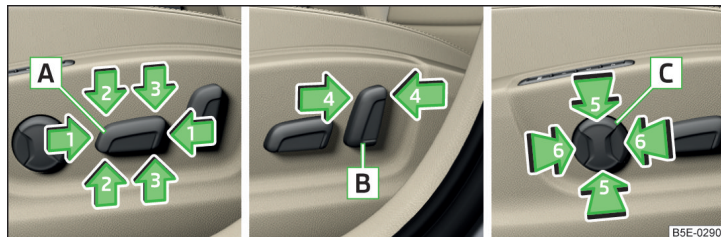

Fig. 67 Elemente de comandă ale scaunului
Elementele de comandă ale scaunului » fig. 67
- Apăsați comutatorul [A] în direcția uneia dintre săgețile 1 » fig. 67.
- Apăsați comutatorul [A] în direcția uneia dintre săgețile 2 » fig. 67.
- Apăsați comutatorul [A] în direcția uneia dintre săgețile 3 » fig. 67.
- Apăsați comutatorul [B] în direcția uneia dintre săgețile 4 » fig. 67.
- Apăsați comutatorul [C] în zona uneia dintre săgețile 5 » fig. 67.
- Apăsați comutatorul [C] în zona uneia dintre săgețile 6 » fig. 67.